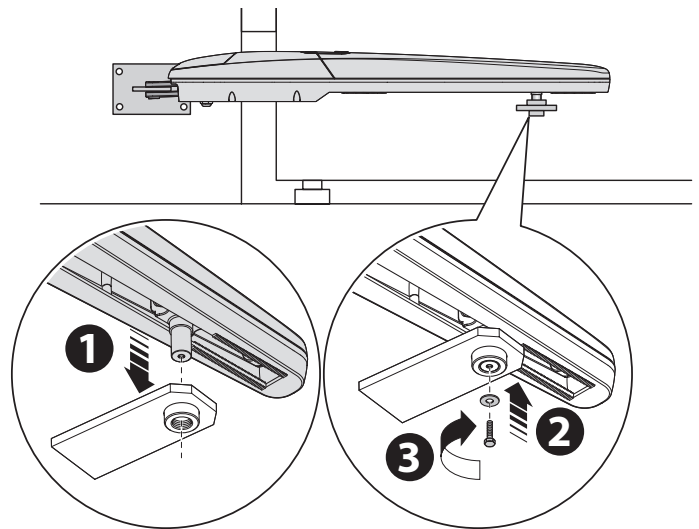

Abb. 7
01. Befestigen Sie den Getriebemotor unter Verwendung der mitgelieferten Schraube und Scheibe am Bügel, wie gezeigt auf Abb. 7;